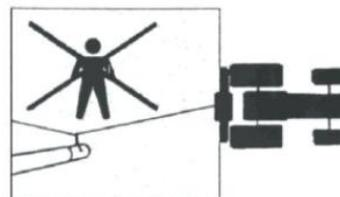

Bild 2
26. Wenn die Umlenkrolle verwendet wird, entsteht ein Dreieck, das als Gefahrenbereich anzusehen ist, und in dem sich während des Ziehens niemand aufhalten darf (Bild 2).